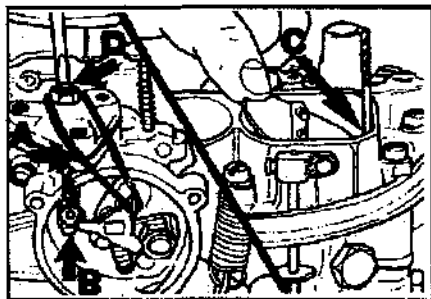

Рис.7 Замер зазора воздушной заслонки.
- а) Закрыть воздушную заслонку при помощи резинового кольца (Рис.7).